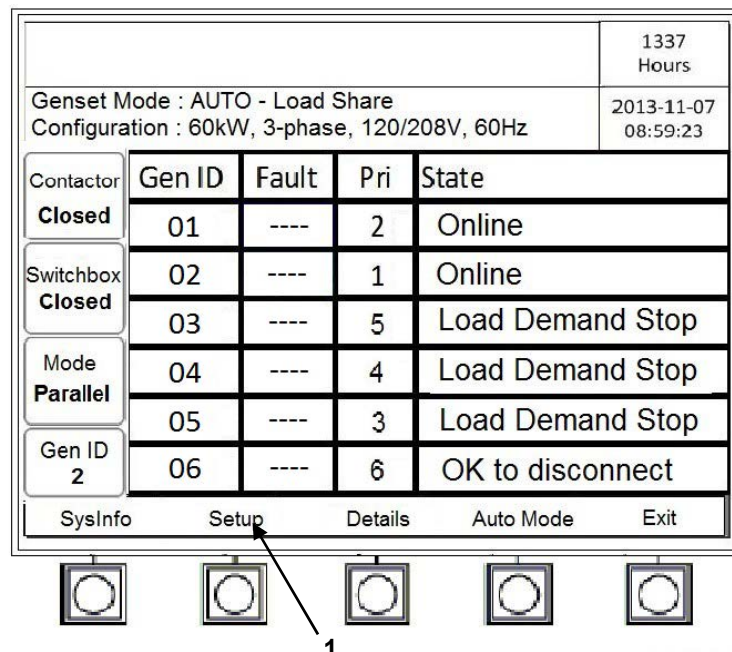

Figure 4-6. Auto Sets Screen
- Press [Setup] (figure 4-6, item 1).